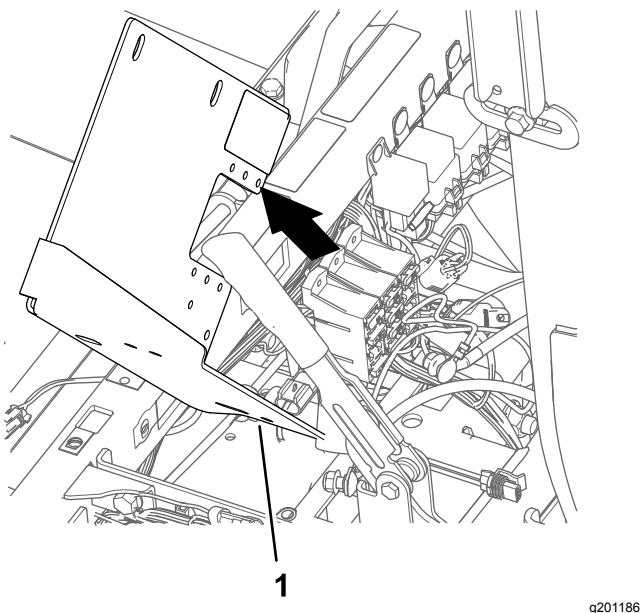

Figura 171
6. Rimuovete la staffa della batteria dalla macchina (Figura 171).